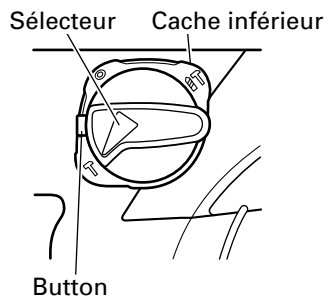

Fig. 7
(1) Commutation sur "percussion"
- (b) Aligner ▲ du levier de sélection sur T du support de levier comme indiqué sur la Fig 7.